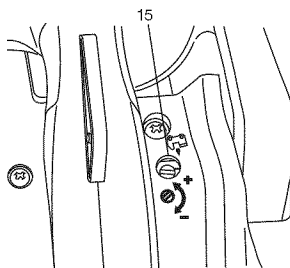

Fig. 9
La cantidad de aceite para la cadena que se descarga a través del sistema de lubricación, es ajustada en la fábrica al máximo. La cantidad deberá ajustarse de acuerdo con las condiciones de operación. Gire el tornillo (15) de ajuste para aumentar a la izquierda la cantidad y lo gira a la derecha para disminuir la cantidad. (Fig. 9)